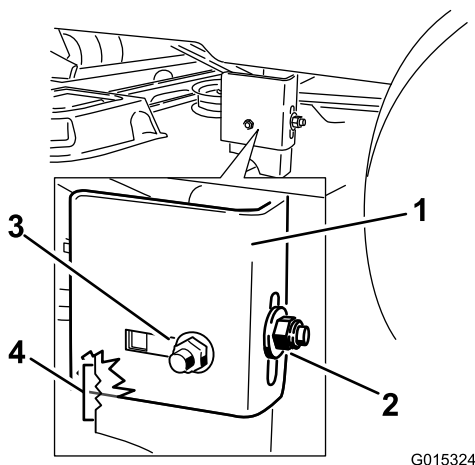
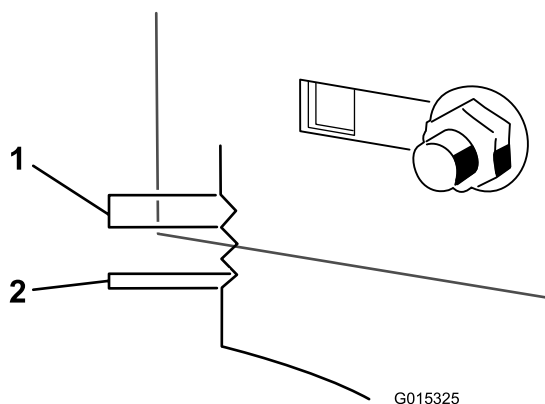

Figura 54
Figura 55
9. Solte a porca de bloqueio traseira no suporte de suspensão (Figura 54).
10. Solte a porca de bloqueio lateral no suporte de suspensão o suficiente para o suporte ser ajustado (Figura 54). Utilize os entalhes no suporte soldado para medir a quantidade de ajuste. Cada superfície de entalhe é equivalente a 0,25 polegadas, enquanto que um só lado tem 0,125 polegadas (Figura 55). Ajuste a altura da plataforma de corte para a altura desejada.
11. Pare a plataforma na posição ajustada e aperte a porca de bloqueio lateral no suporte de suspensão para manter a nova posição (Figura 54). Aperte a porca de bloqueio traseira ao suporte de suspensão.